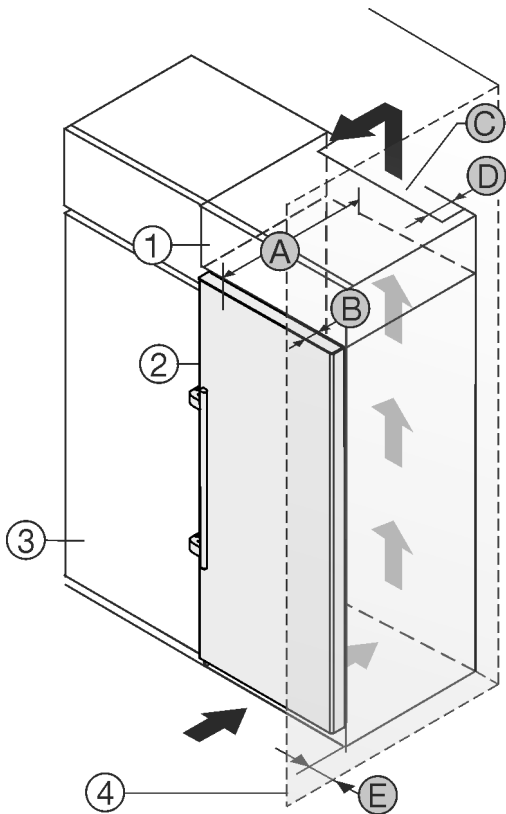

Fig. 2
Zariadenie môžete inštalovať priamo vedľa kuchynskej skrine Fig. 2 (3).\*
Na zadnej strane nadstavnej skrine musí byť vetracia šachta s hĺbkou Fig. 2 (C) cez celú šírku nadstavnej skrine.\*
Pod stropom miestnosti sa musí dodržať prierez vetracieho otvoru Fig. 2 (C).\*
Ak zariadenie nainštalujete so závesmi vedľa steny Fig. 2 (4), tak vzdialenosť medzi zariadením a stenou musí byť minimálne 57 mm . To zodpovedá presahu držadla pri otvorených dverách.\*
Aby ste mohli dvere úplne otvoriť, zariadenie musí vyčnievať o hĺbku dverí Fig. 2 (B) prednej časti kuchynskej skrine. V závislosti od hĺbky kuchynských skríň Fig. 2 (3) a použitia dištančných držiakov na stenu môže zariadenie prečnievať ešte viac.\*